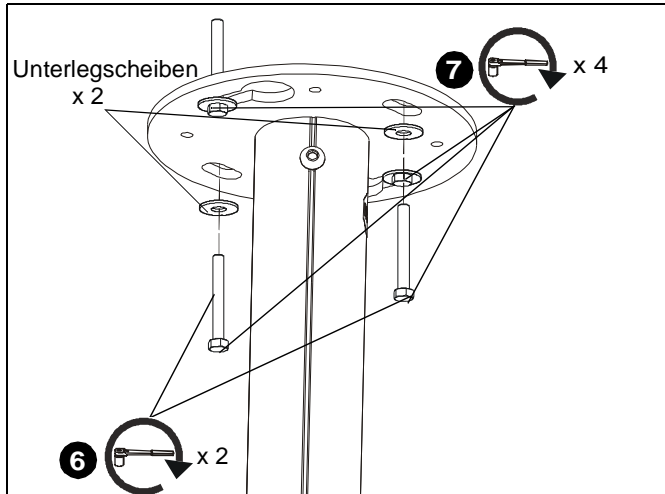

Abb. 9
6. Montieren Sie zwei 7,9 mm x 69,9 mm (5/16" x 2 3/4")-Schrauben (nicht mitgeliefert) durch zwei flache 7,9 mm (5/16")-Unterlegscheiben (nicht mitgeliefert) durch die Löcher auf der Deckenplatte (A) in den Dübeln. (Siehe Abb. 9)
7. Ziehen Sie alle vier Schrauben an, um die Platte an der Decke zu fixieren. (Siehe Abb. 9)